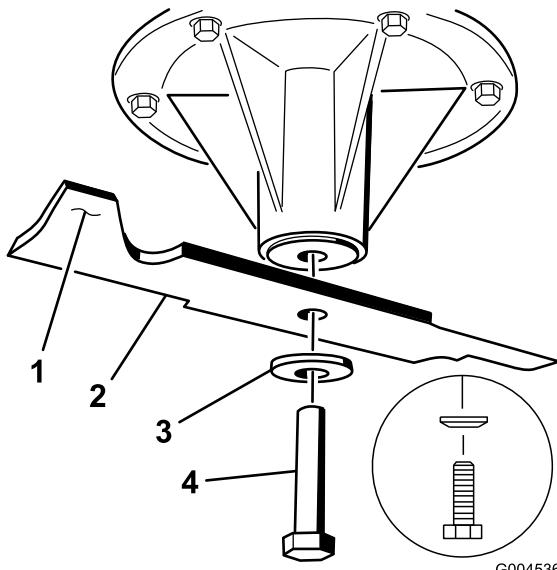

Figure 80
1. Placez la lame sur l'axe (Figure 80).
2. Installez la rondelle élastique et le boulon de la lame. Le côté bombé de la rondelle élastique doit être dirigé vers la tête du boulon (Figure 80). Serrez le boulon à un couple de 115 à 150 Nm (85 à 110 pi-lb).